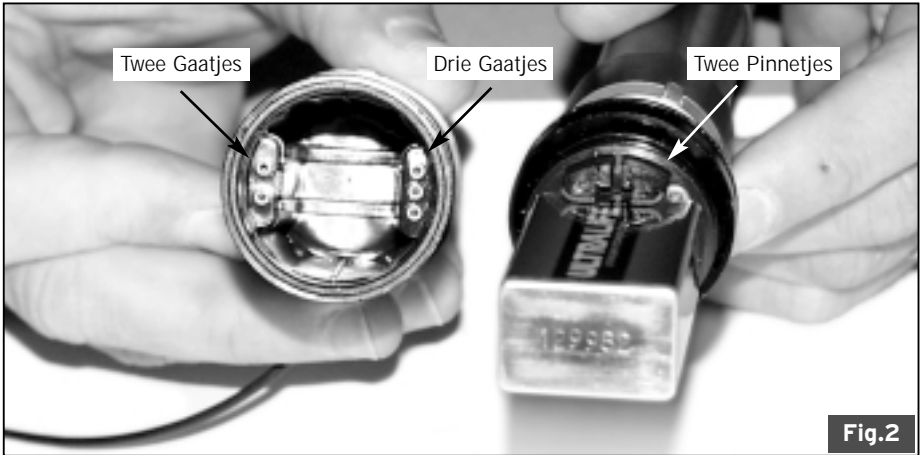

Fig.2
5. Aan de onderkant van de ECU zitten aan een kant drie en de andere kant twee gaatjes. Zie Fig. 2. Duw de ECU in de bovenkant van de cartridge zodat de gaatjes in de ECU en de pinnetjes op de bovenkant van de cartridge passen. Ook dit gaat het best met een samen-
5. De onderkant van de ECU heeft aan één kant drie en de andere kant maar twee gaatjes. Zie Fig. 2. Duw de ECU in de bovenkant van de cartridge zodat de gaatjes in de ECU en de pinnetjes op de bovenkant van de cartridge passen. Ook dit gaat het best met de vork nog steeds in samengedrukte toestand. Zie Fig. 3. De schakeldraad moet naar voren wijzen vanuit de bovenkant van de ECU.